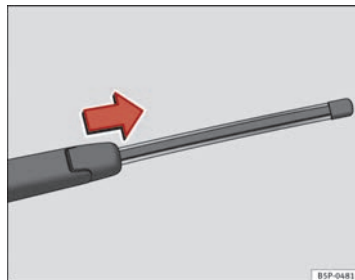

Fig. 172 Retrait du balai d'essuie-glace arrière
⇒ fig. 172
- Faites glisser l'adaptateur du balai dans le sens de la flèche et retirez le balai ⇒ fig. 172.